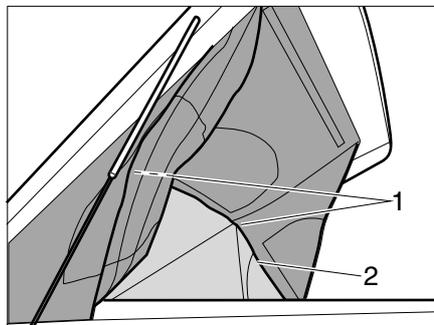

Bild 49 Panoramafunktion
- Den Reißverschluss (Bild 49,2) rundum am Aufstelldach öffnen.
- Seitenwände und Frontwand mit Klettverschluss (Bild 49,1) am Aufstelldach oben fixieren.